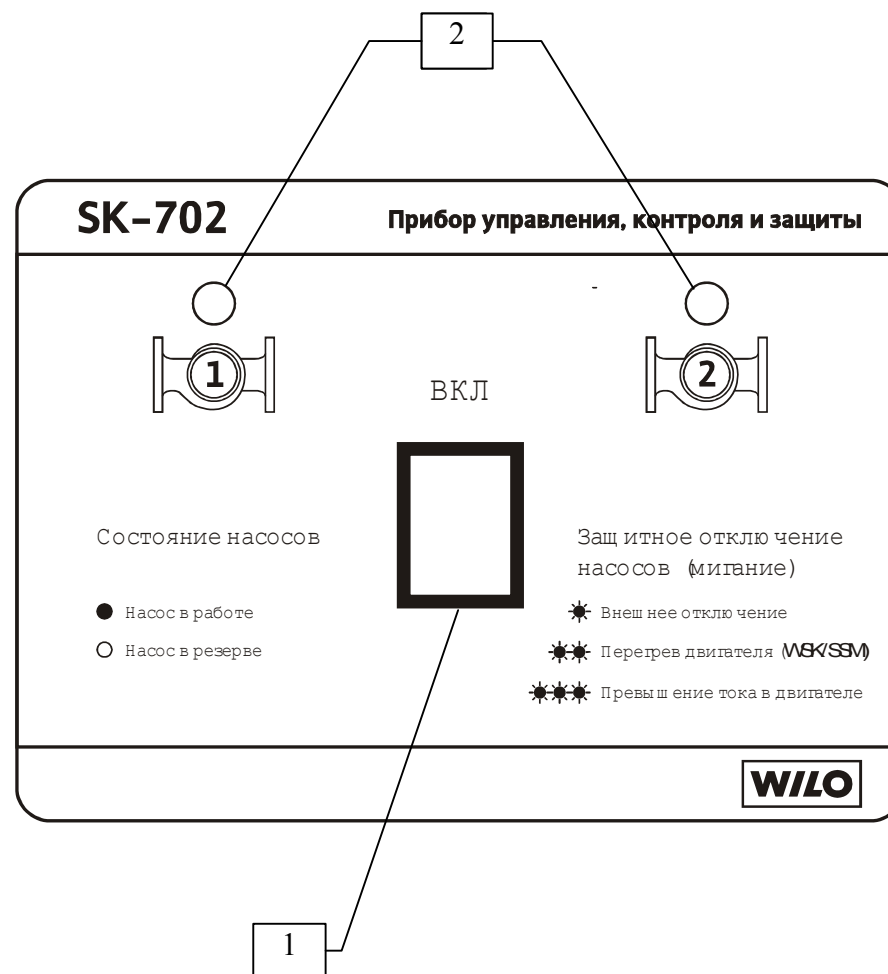

Рис. 1 Лицевая панель прибора
5.1 Лицевая панель прибора (рис. 1)
- **включение основного насоса** осуществляется при помощи основного выключателя (рис.1, поз.1). В момент включения на 0.5 сек. загораются оба индикатора, затем в течении 3 сек. мигает индикатор насоса, который должен включиться в соответствии с алгоритмом работы системы (основной насос). В случае отсутствия сигналов защитного отключения запускается двигатель основного насоса и его индикатор светится постоянно. Для выбора другого насоса в качестве основного необходимо произвести повторный пуск прибора отключением и включением основного выключателя;